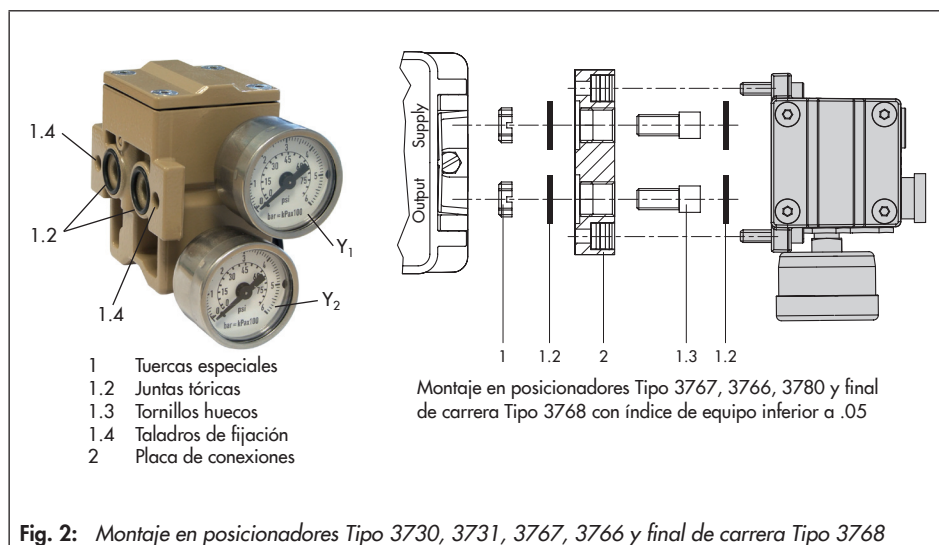

Fig. 2: Montaje en posicionadores Tipo 3730, 3731, 3767, 3766 y final de carrera Tipo 3768
montaje prestar atención a que las dos juntas tóricas (fig. 2 izquierda, pos. 1.2) se encuentren en su ranura.
Accesorio necesario: placa de conexiones 1400-9621 (fig. 2 derecha, pos. 2)
1. Roscar las tuercas especiales (1) de los accesorios de la placa de conexiones (2) en los orificios del posicionador.
2. Colocar las juntas tóricas (1.2) en las ranuras de la placa de conexiones (2), introducir los tornillos huecos (1.3) en los taladros de conexión y finalmente apretarlos.
3. Colocar el amplificador inversor con las juntas tóricas (1.2) en la placa de conexiones (2) y fijarlo.